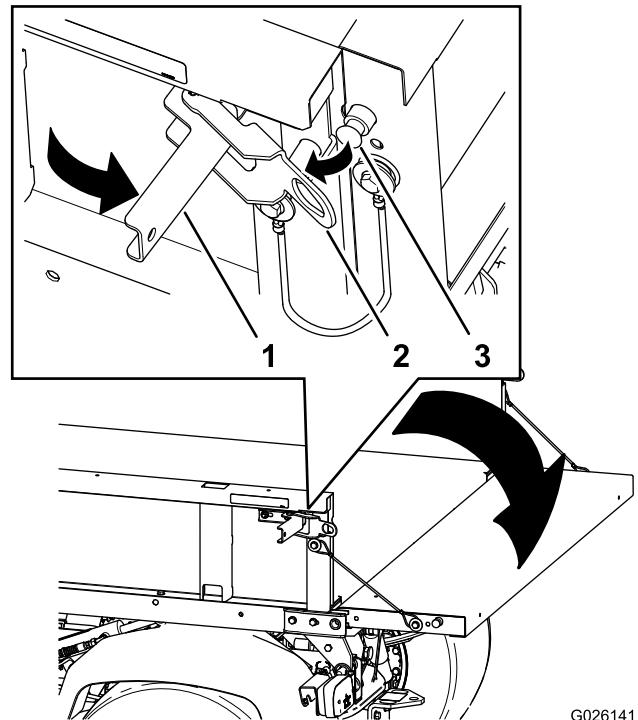

Figure 13
2. Ouvrez les verrous sur les côtés droit et gauche du plateau de chargement et abaissez le panneau arrière (Figure 13).